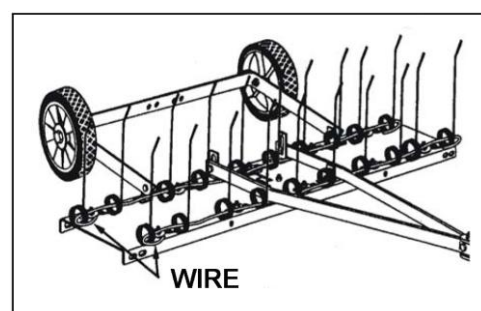

Figur 6
8. Montera hjulen på hjulaxeln med två ansatsbultar och låsmuttrar (M10), se figur 6. Dra åt helt.